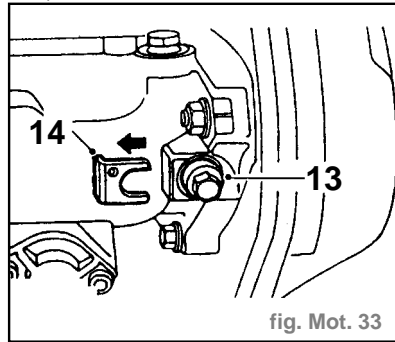

fig. Mot. 33
- Desserrer le collier (10) et débrancher la durit supérieure de radiateur du coude de sortie de liquide de refroidissement.
- Desserrer le collier (11) et débrancher la durit supérieure (11) de radiateur du boîtier du thermostat.
- Desserrer le boulon de bridage (13) d'arbre de pompe d'injection (fig. Mot. 33).